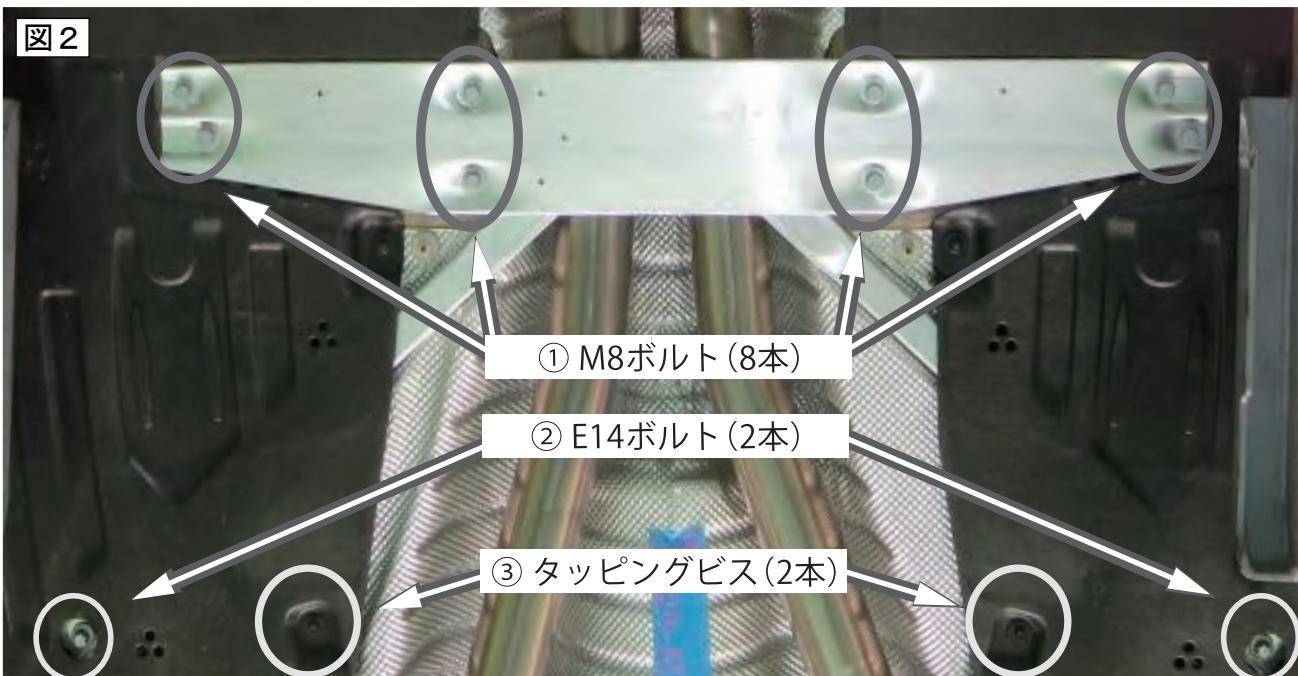

図2.純正フロアパネルプレースの取付けボルト位置と種類
- (2) 純正フロアパネルプレースを車両に取付け、図2を参考にボルト類を指定トルクで締付けてください。